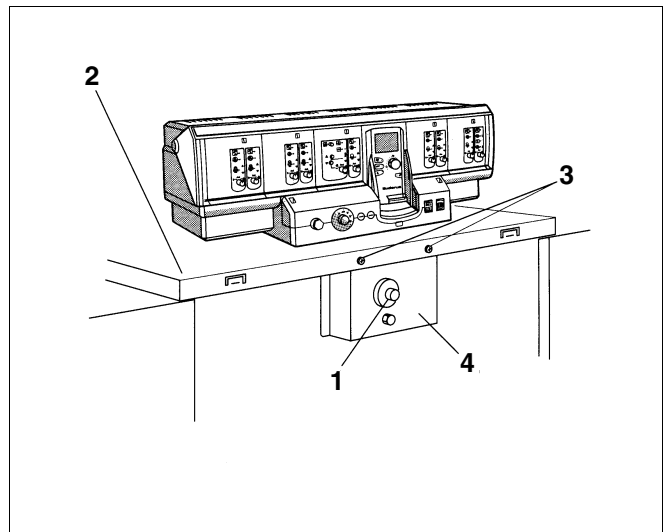

Fig. 61 Coffret électrique supplémentaire HT 3101
- Fixer le coffret électrique supplémentaire HT 3101 (fig. 61, **pos. 4**) à la face avant du capot avant de la chaudière (fig. 61, **pos. 2**) à l'aide de deux vis à tête plate 3,9 x 9,5 (fig. 61, **pos. 3**).
- Régler le thermostat (fig. 61, **pos. 1**) à la température souhaitée.
Légende pour fig. 61